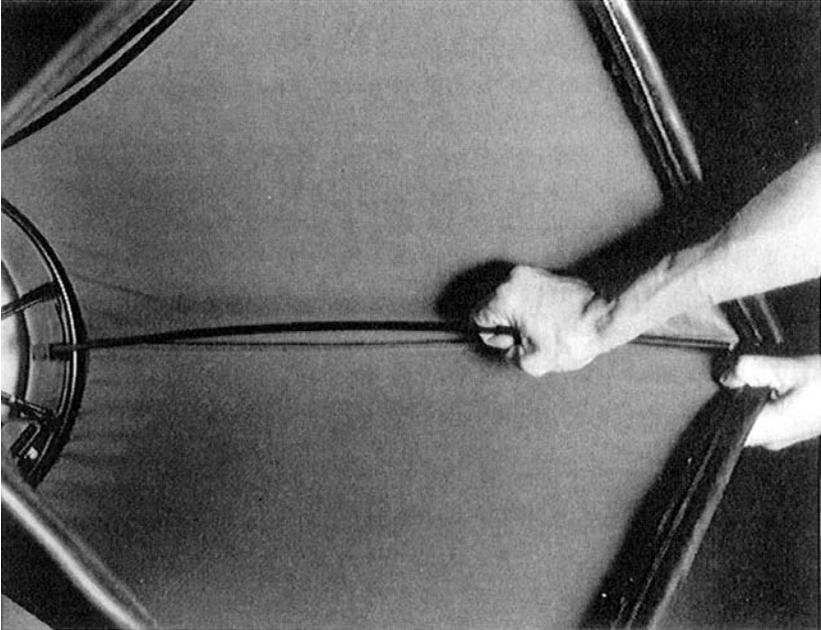

Bild 6. Installation eines Stabes der Rahmenhalterung
3. Nachdem Sie den Stab in der Halterung der Basis eingesteckt haben, fassen Sie den Stab am anderen Ende an und biegen ihn leicht, so daß er in die vorgesehene Halterung am Rahmen der Haube paßt wie in Bild 6 gezeigt.